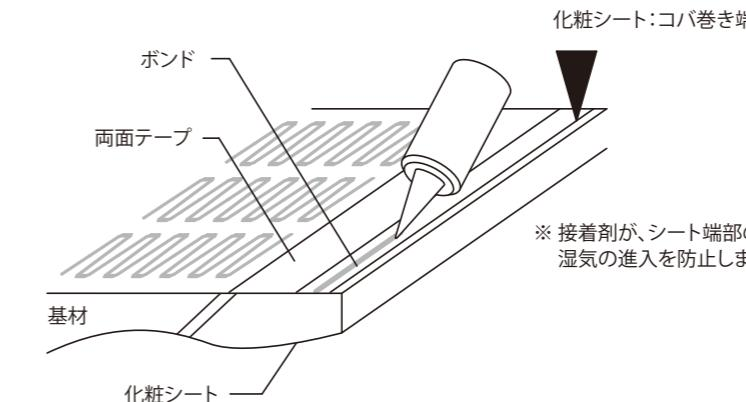

図21 A部 Belleカクテル 端部接着納まり
- Belleカクテルは、裏面までシートをコバ巻きしております。ボンドの施工に関しては、図21を参考し塗布をお願いします。